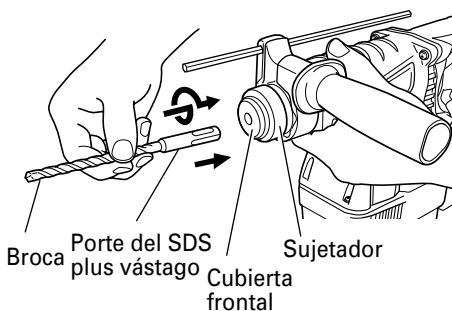
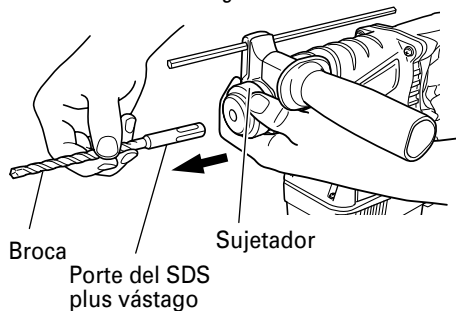

Fig. 7
Fig. 8
3. Montaje de la broca (Fig. 7)
- (1) Limpie la parte de la espiga de la broca de taladro.
- (2) Introduzca la broca de taladro en el portaherramienta, retorciéndola hasta que quede enclavada. (Fig. 7) La empuñadura no debe ajustarse durante la instalación de la broca.
- (3) Tire de la broca de taladro para comprobar que ha quedado enclavada.
- (4) Para extraer la broca, tire completamente de la empuñadura en el sentido de la flecha y tire hacia afuera de la broca. (Fig. 8)